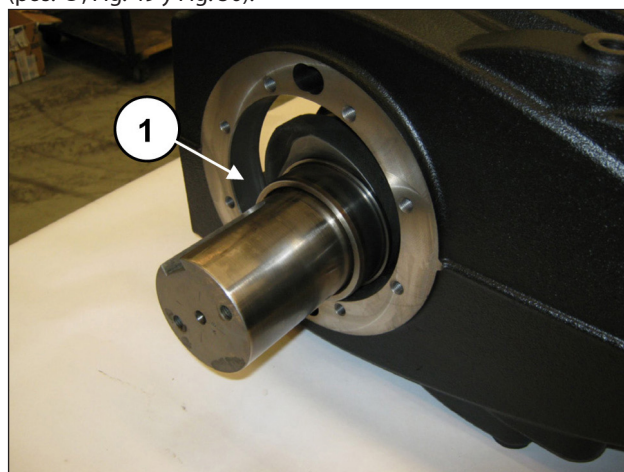
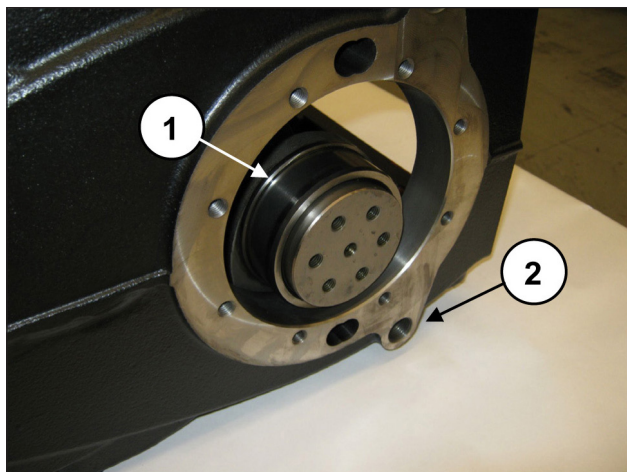

Fig. 49
Fig. 50
**El eje acodado se ha de montar de manera que el lado PTO se encuentre en la parte opuesta a los orificios G1/2" para los tapones de descarga de aceite del cárter de la bomba (pos. ②, Fig. 50).**
Continuar hasta que el eje entre por completo en el cárter (pos. ①, Fig. 49 y Fig. 50).